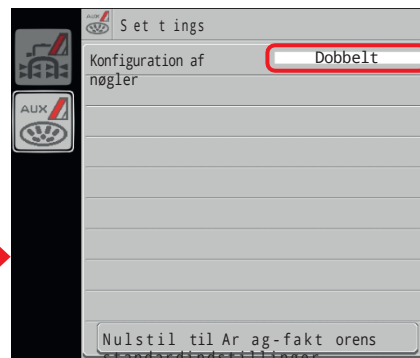

Fig. 21
- I EXPLORER-joystickets objektpulje i menuen **Indstillinger** skal du vælge indstillingen **Dobbelt** (fig. 21).